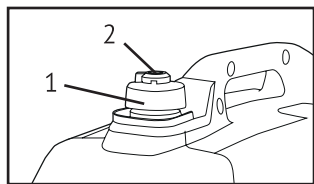

Рис. 8
После полного охлаждения двигателя поверните воздушный клапан (2) крышки топливного бака (1) в положение «ВЫКЛ./OFF», (рис. 8) (для моделей HHY 1055Si, и HHY 3055Si).